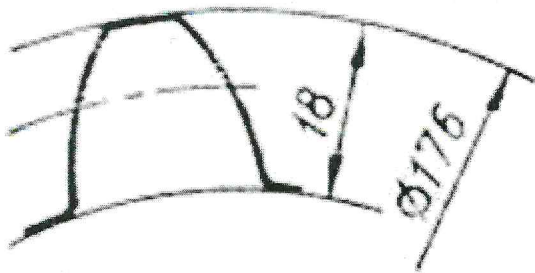

Рис.3
29.. Сколько, зубьев имеет нормальное прямозубое зубчатое колесо с указанными размерами (рис. 3)?